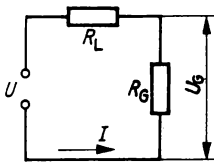

Bild 123
3. Nach Schaltbild (Bild 123) sind Leitungs- und Gerätewiderstand in Reihe geschaltet. Es ist